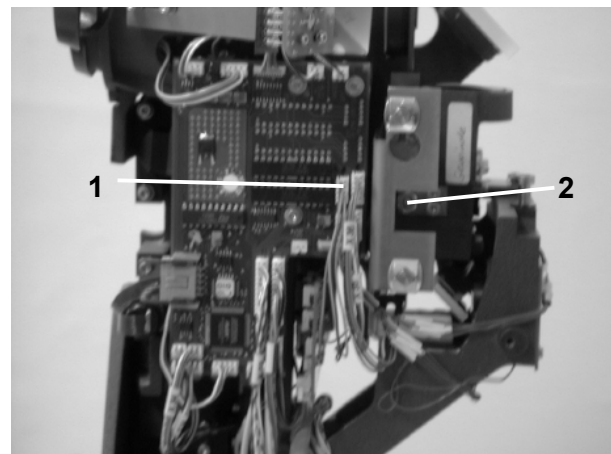

Fig. 35
- Disconnect plug-in connection ((1) Fig. 35).
- Remove nut ((2) Fig. 35).
- Mount nut ((2) Fig. 35).
- Re-establish plug-in connection ((1) Fig. 35).